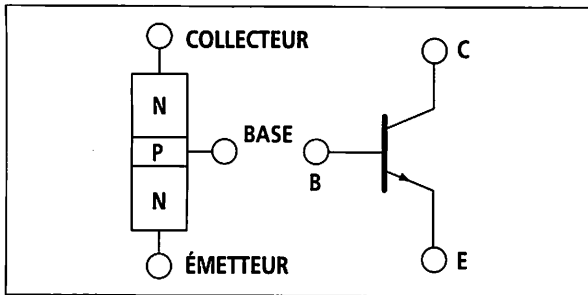

Fig. 22.01 : Transistor NPN.
- soit deux zones N séparées par une zone P, c'est le transistor NPN (fig. 22.01);